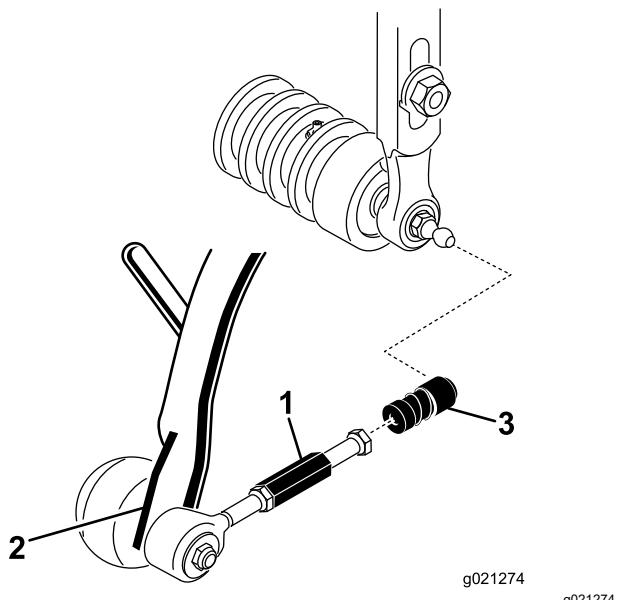

Figure 7
- Repoussez le manchon sur chaque douille de rotule et accrochez la douille sur la rotule de l'unité de coupe (Figure 7).